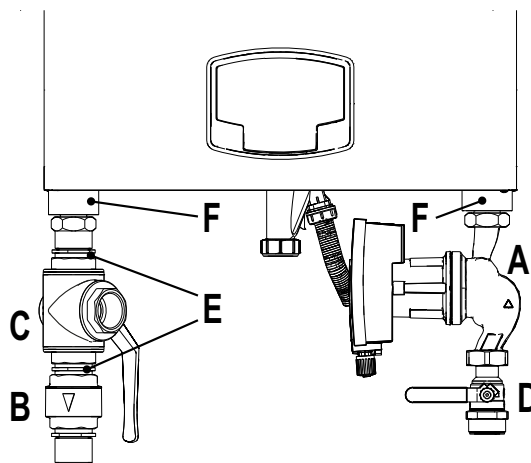

рис. 37- Котел с установленными комплектами
- арт. 042070X0 - КОМПЛЕКТ ВЫСОКОПРОИЗВОДИТЕЛЬНОГО ЦИРКУЛЯЦИОННОГО НАСОСА - 7 м (А - рис. 37)
- арт. 042071X0 - КОМПЛЕКТ ВЫСОКОПРОИЗВОДИТЕЛЬНОГО ЦИРКУЛЯЦИОННОГО НАСОСА - 10 м (А - рис. 37)
- 1 **ОБРАТНЫЙ КЛАПАН - Гнездовое 1"1/2** (В - рис. 37)
- 2 **3-ХОДОВОЙ КРАН - Гнездовое 1"1/2** (С - рис. 37)
- 3 **ВЕНТИЛЬ Штыревое/гнездовое 1"1/2** (D - рис. 37)
- 4 **СОЕДИНИТЕЛЬНЫЙ ПАТРУБОК 1"1/2** (Е - рис. 37)
- 5 **Соединительные трубы подачи и возврата 1"1/2** (F - рис. 37)